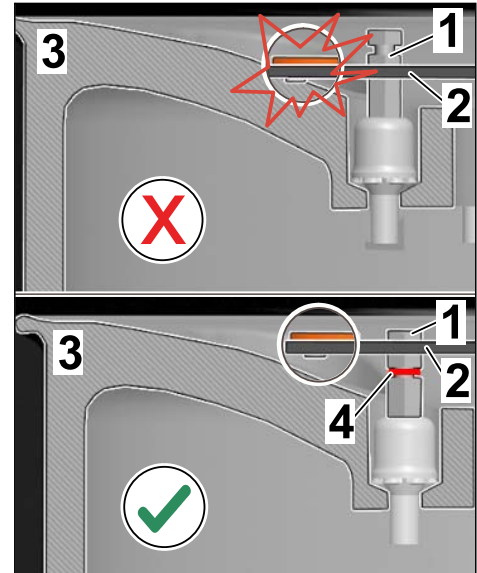

Bild 8
- Roten Ring (⇒ Bild 8, Pos. 4) in der Nut am Distanzbolzen **NICHT** entfernen!